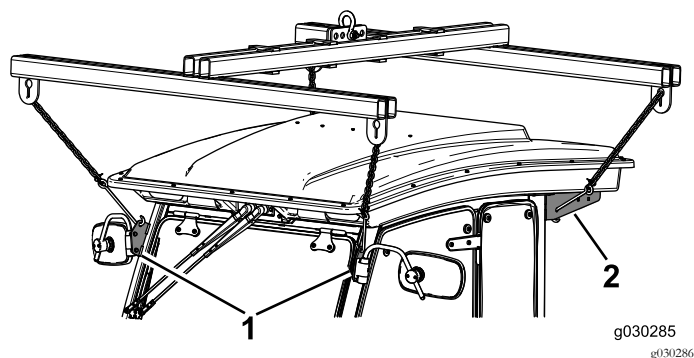

図 17
2. キャブの吊り上げポイント4ヶ所にホイストを接続する 図 17。